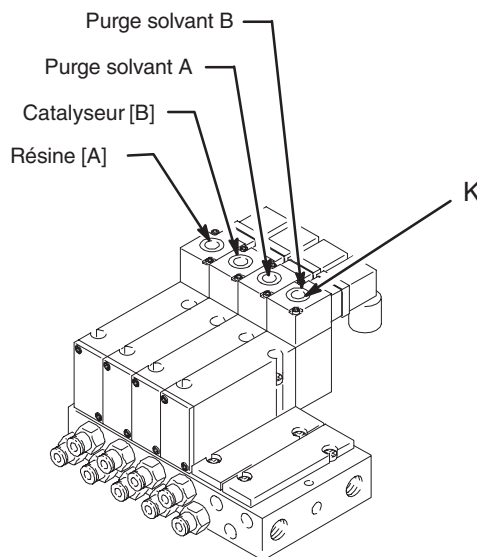

Fig. 10.3
En cas de défaut électrique, appuyer sur le bouton (K) de l'électrovanne de purge de solvant B tout en appuyant sur la gâchette du pistolet pour réinitialiser le système. Voir Fig. 10.3.